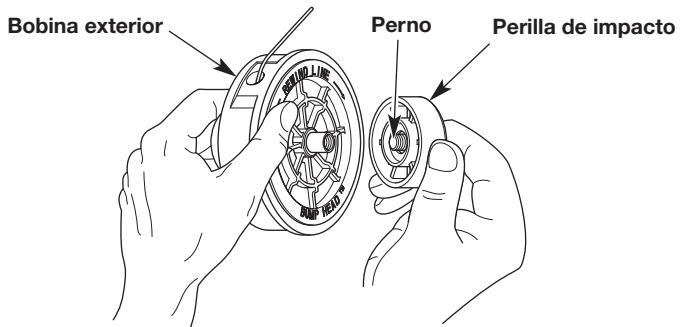

Fig. 10
- Sostenga la bobina exterior con una mano y desenrosque la perilla de impacto en sentido contrario a las agujas del reloj (Fig. 10).